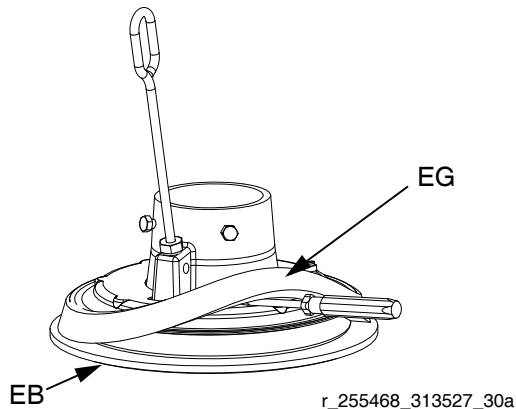

ABB. 12: Anwinkeln des Distanzstücks
2. Distanzstück (EG) von Hand anwinkeln, und es von der Folgeplatte entfernen, indem es nach unten über den Flansch und die unteren Abstreifer (EB) gezogen wird. Siehe ABB. 12.
3. Distanzstück (EG) aufbewahren, da es für andere Anwendungen benötigt wird.
1. Sicherstellen, dass der große Durchmesser des Distanzstücks (EG) **nach unten** zeigt. Distanzstück (EG) von Hand über die Folgeplatte ziehen, bis es sich vollständig über dem Flansch der Folgeplatte befindet. Siehe ABB. 12.